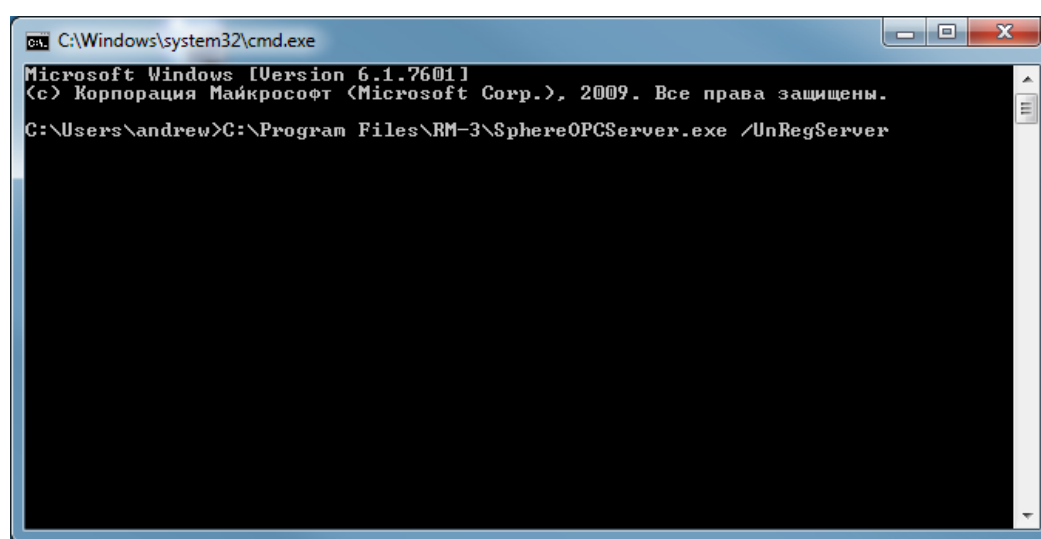

Рис. 306 – Запуск SphereOPCServer.exe с параметром /UnRegServer.
2. В командную строку необходимо ввести путь к модулю OPC сервера и указать параметр запуска **/UnRegServer**. (Рис. 306)